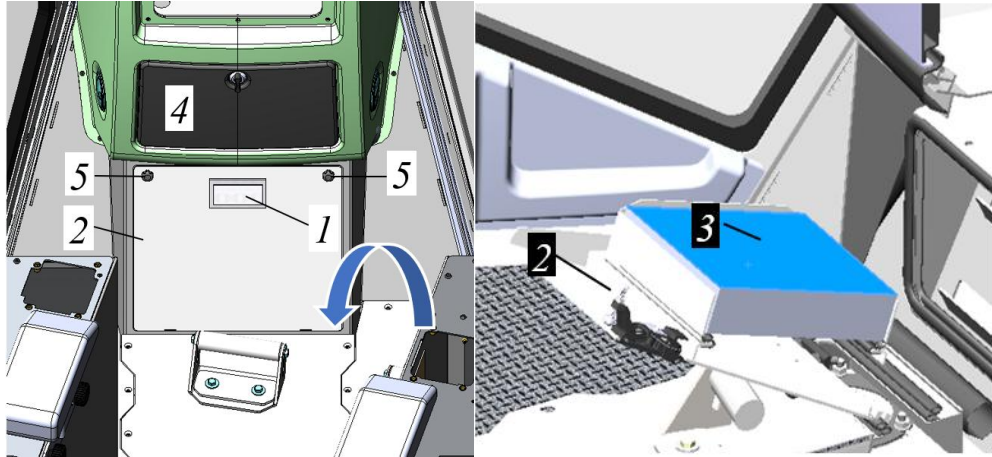

Рисунок 3.37. Процедура замены фильтрующего элемента климатической системы
оператора под ящиком для документов, см. рис. 3.37. Замену фильтра производить согласно п.5.1 **График работ по контролю и техобслуживанию**, либо ранее при работе машины в условиях повышенной запыленности.
- ▶ Открутить винты барашки 5, рис. 3.37.
- ▶ Потянуть крышку 2 на себя и откинуть ее назад (в сторону кресла), рис. 3.37.
- ▶ Извлечь фильтр 3 из крышки (фильтр-бокс) 2, см. рис. 3.37.